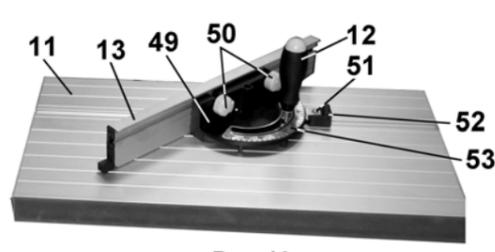

Рис.19
9.7. Упор для косоугольного и поперечного пиления (Рис. 19)